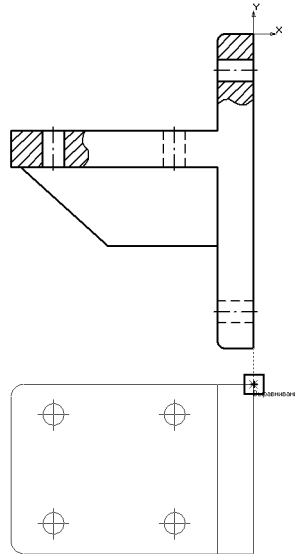

Рис. 54.15. Вставка вида сверху
- 1.7. Отслеживая работу привязки **Выравнивание**, расположите проекцию на чертеже и зафиксируйте ее (рис. 54.15)